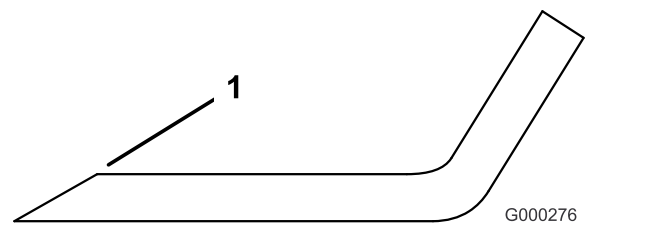

**Bild 118**
- Prüfen Sie die Schnittkanten des Messers sorgfältig, insbesondere dort, wo die geraden Flächen die gebogenen berühren (Bild 118).
**Hinweis:** Da Sand und anderes reibendes Material das Metall abschleifen kann, das die flachen mit den gebogenen Teilen verbindet, müssen Sie das Messer vor jedem Einsatz des Rasenmähers prüfen. Wenn Sie Abnutzungen (Bild 118) feststellen, sollten Sie das Messer auswechseln.